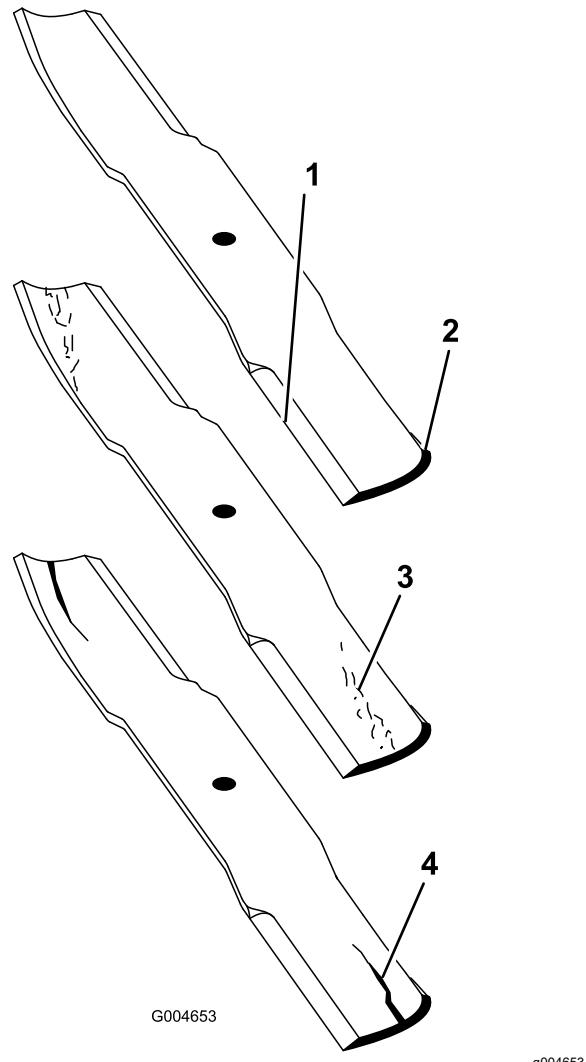

Figure 94
2. Examinez attentivement les tranchants de la lame, particulièrement au point de rencontre de la partie plane et de l'ailette (Figure 94).
Remarque: Le sable et les matières abrasives peuvent éroder le métal à cet endroit, c'est pourquoi il est important de contrôler l'état de la lame avant d'utiliser la tondeuse. Remplacez la lame si elle semble usée (Figure 94).